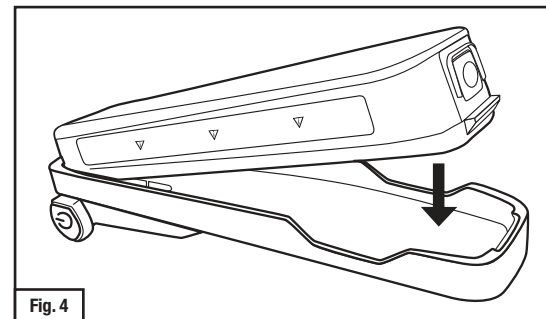

Fig. 4
2. Insira a bateria TR-630 no adaptador de bateria TR-659 deslize o lado articulado da bateria no lado correspondente do adaptador (lado com botão de energia) (Fig. 4).